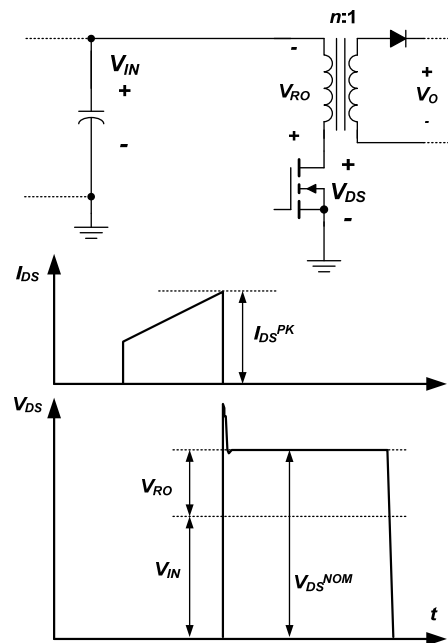

図 3. MOSFET V_{DS} 標準値波形
- 出力から一次側に反射する電圧 (図3参照) : V_{RO}